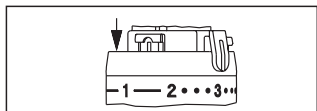

Fig. 8
2. Para limitar el rango de control mínimo, uno de los clips limitadores debe colocarse en la ranura inmediatamente anterior a la posición "2" (fig. 8).